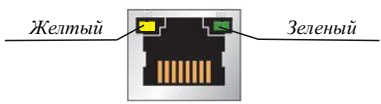

Рисунок 4
5.8 Для удобства пусконаладочных работ на разъемах R3-Link IN и R3-Link OUT размещены по два индикатора (рисунок 4). По их состоянию можно оценить состояние линии между двумя соседними приборами (таблица 4).